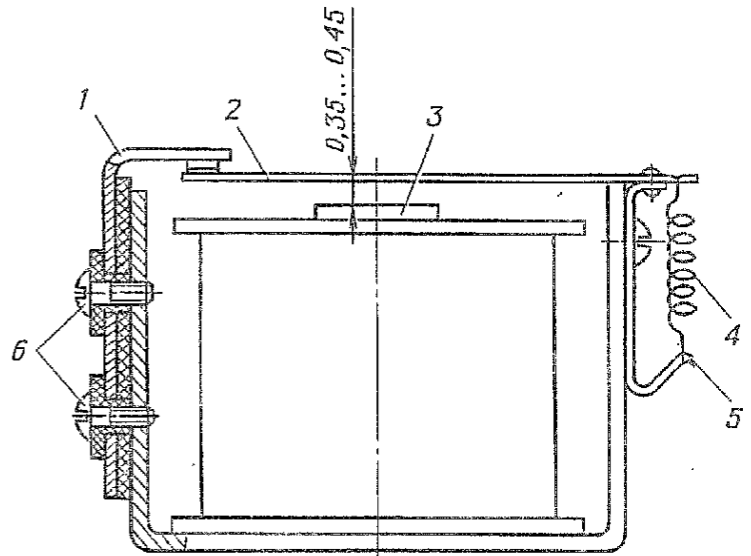

Рис. 90. Реле блокировки:
3.4. Открыть крышку реле блокировки и проверить зазор между якорьком 2 (рис. 90) и сердечником 3. Зазор должен быть 0,35—0,45 мм.